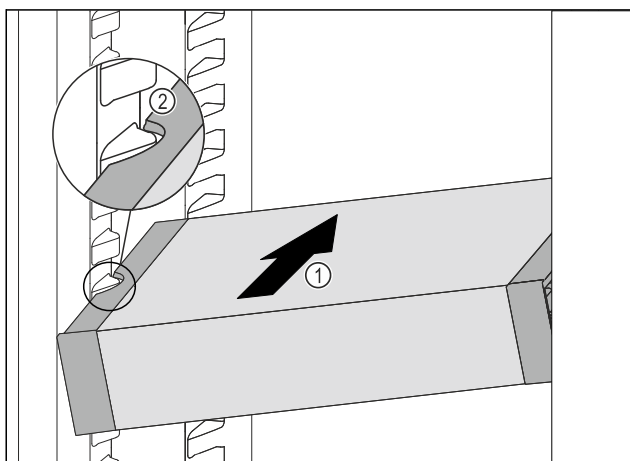

Fig. 47
- VarioSafe zasúvajte šikmo do chladničky Fig. 47 (1), dokým sa bočné vybrania Fig. 47 (2) VarioSafe nebudú nachádzať vo výške rebra nádoby v chladničke.